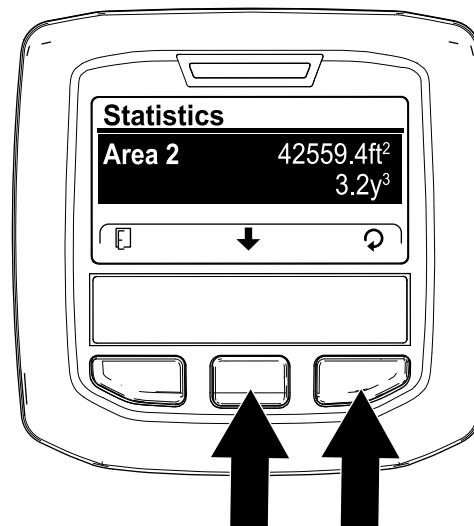

图 109
- 在 STATISTICS 统计屏幕上按中间 InfoCenter 信息中心按钮直至 AREA 2 区域 2 选项被选定 图 109。